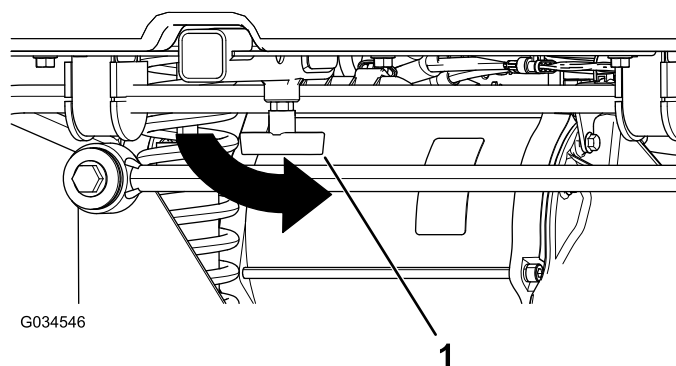

Figure 21
4. Resserrez la poignée en « T » en la tournant dans le sens antihoraire (Figure 21).